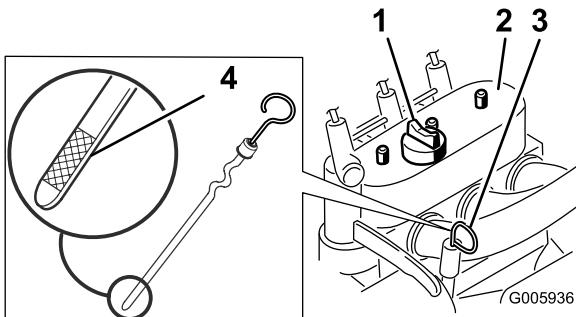

図 13
4. ディップスティック (図 13) の周囲をきれいに拭く。
5. ディップスティックを抜き、先端の金属部分 (図 13) をウェスできれいに拭く。
6. ディップスティックを補給管の中にしっかりと差し込む (図 13)。
8. 油量が少なければ、オイル・フィルタのキャップの周囲をきれいに拭き、キャップを外す (図 13)。